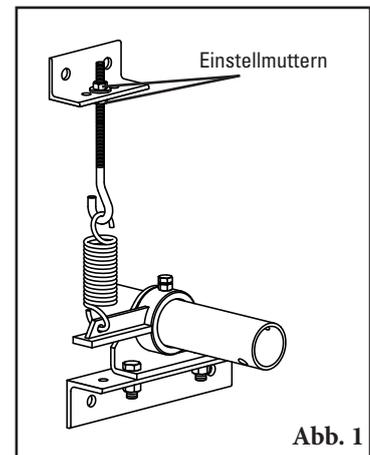

Abb. 1
1. **Die Spannung lösen.** Die Einstellmutter am Montagewinkel/Hakenschauben-Baugruppe lösen, um die Spannung vom Arm zu nehmen (Abb. 1). Dadurch wird der Druck gelöst, den das Abstreifblatt auf das Band ausübt.